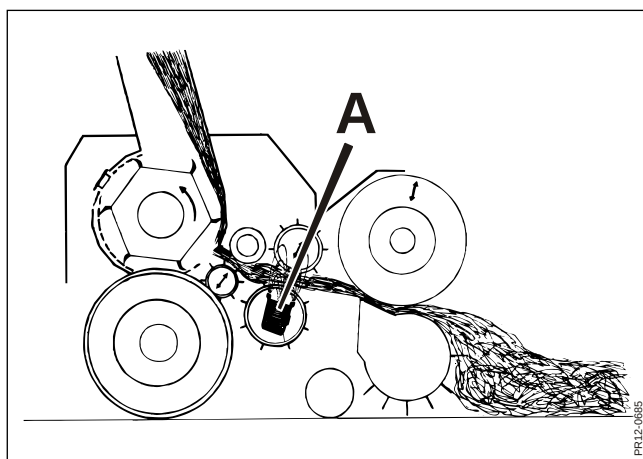

Fig. 5-1
**Fig. 5-1** På maskinen er et magnetkar **A** (en føler) monteret i nederste forreste indførringsvalse. Magnetkarrets funktion er at detektere magnetisérbart metal (ferritiske metaller).